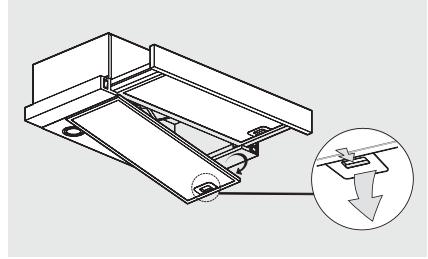

Figura 14.
- Para quitar el filtro de aluminio, presione la pestaña del seguro, esto liberará el filtro de la campana. Inclínelo el filtro hacia abajo y retírelo. (Ver Figura 14).